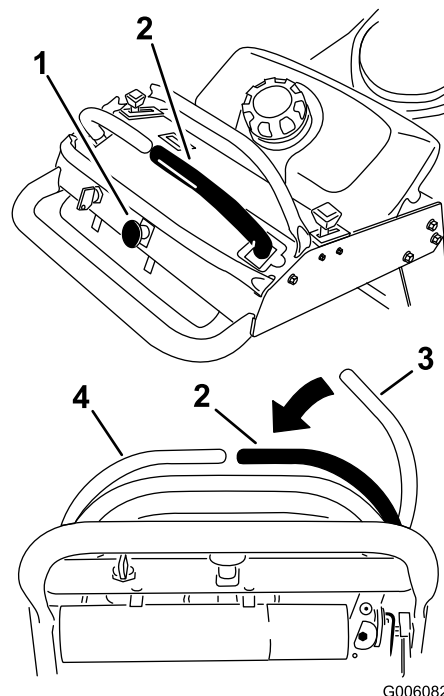

Figura 8
1. Para engranar las cuchillas del cortacésped, mueva la palanca de control de movimiento derecha a la posición central, desbloqueada (Figura 8).